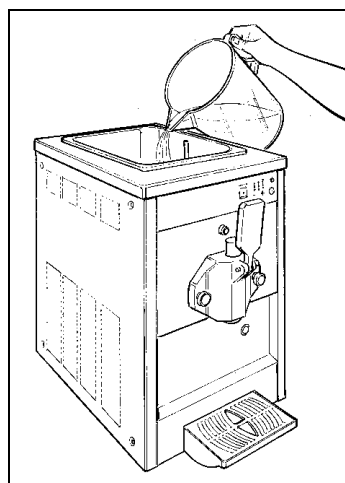

Fig. 6
- Verser le produit dans le réservoir supérieur (fig. 6) et attendre qu'il s'écoule dans le cylindre de congélation en considérant que la capacité du cylindre est d'environ 8 litres (2,1 gallons) tandis que celle du réservoir supérieur est d'environ 10 litres (2,6 gallons) pour le MP et le MP2, environ 20 (5,3 gallons) pour le MP1HC.